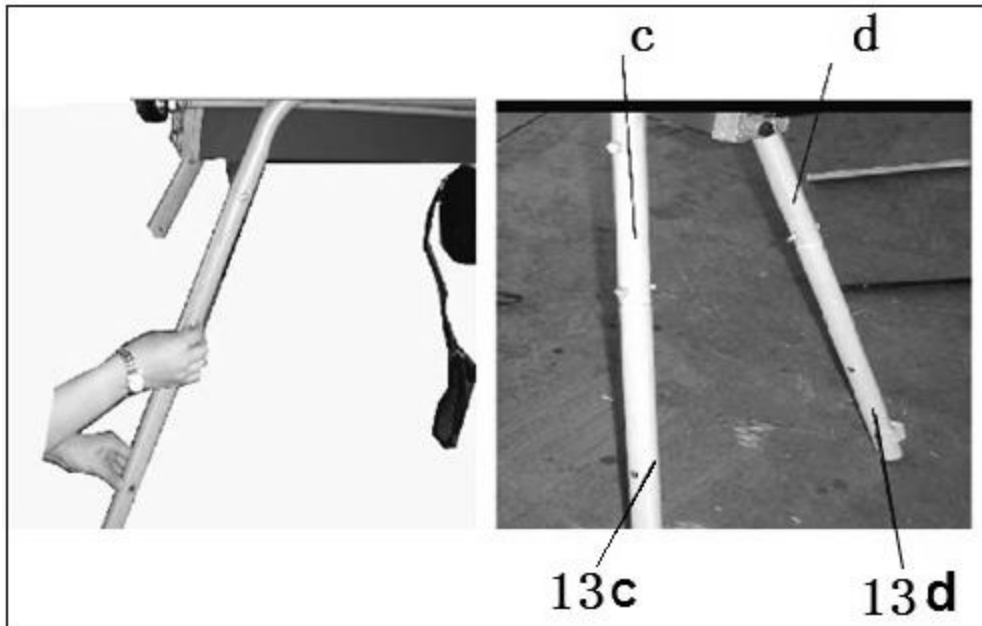

Fig. 4
- c) Montez les pieds arrière en fixant la partie basse (13c) à la partie haute (c) et la partie basse (13d) à la partie haute (d) à l'aide des boulons et des écrous (fig.4).